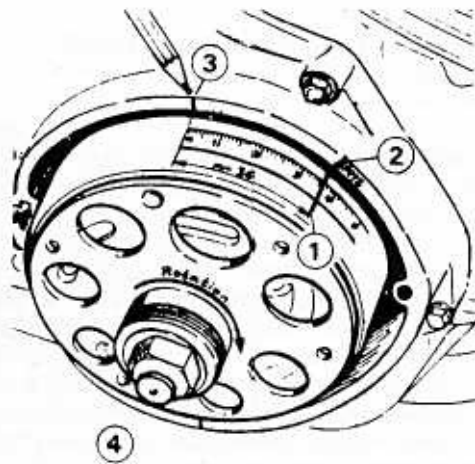

Bild 207
Laverdas Methode zum Prüfen des Zündzeitpunktes an einer Dreizylinder mit BTZ. Die Bedeutung der Zahlen ist die gleiche wie in Bild 207
- Ein Stroboskop an einer der beiden äusseren Zündkerzen anschliessen, den festen Sitz aller Kerzenstecker sorgfältig prüfen und den Motor in Gang setzen. Bei einer Drehzahl von 5000 U/min muss die Marke (1) für den oberen Totpunkt am Schwungrad (die erste Marke) der Gehäusemarke (3) in Bild 207 bzw. 208 gegenüberliegen.